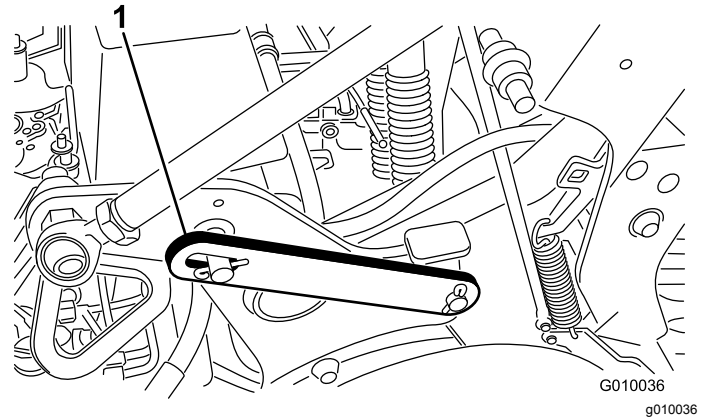

Bild 20
3. Entfernen Sie den Clipping, mit dem der Wartungsriegel in der verstaute Stellung befestigt ist (Bild 20).